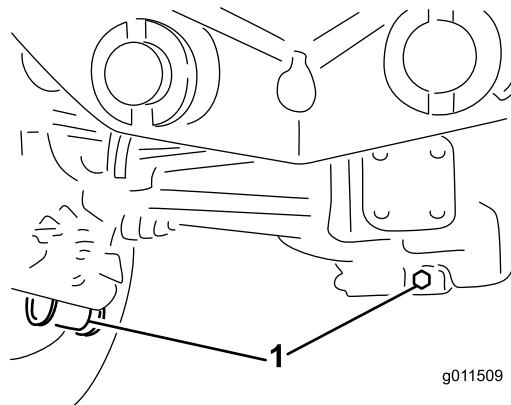

Figura 90
2. Limpie la zona alrededor de los tres tapones de vaciado, uno en cada extremo y uno en el centro (Figura 90).